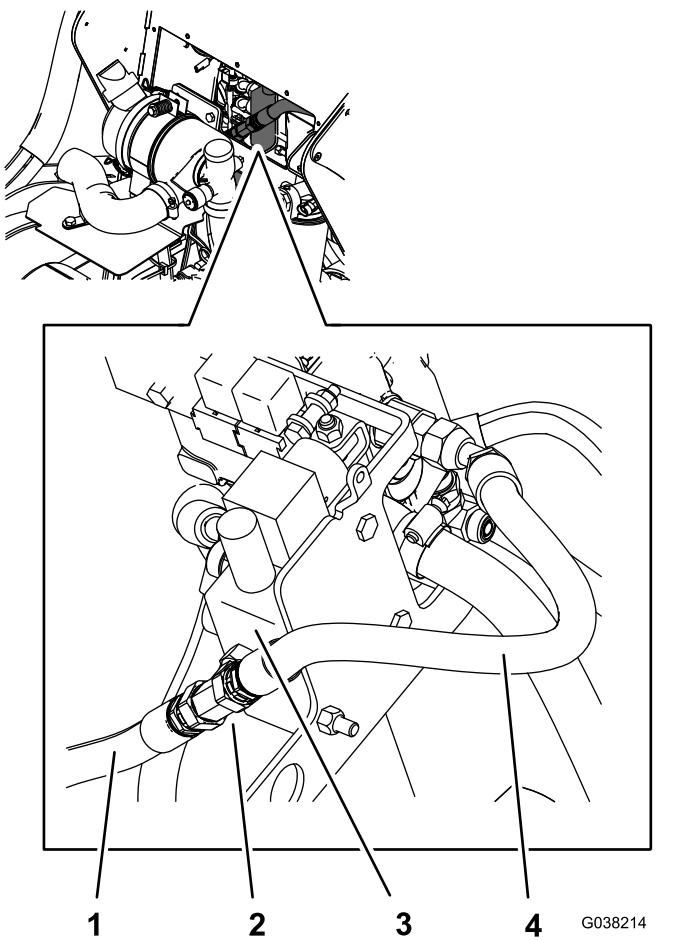

Figura 7
1. Retire y deseche la manguera corta indicada en Figura 7.
3. Desconecte la manguera de la bomba del acoplamiento en T y conecte la manguera (Figura 7).